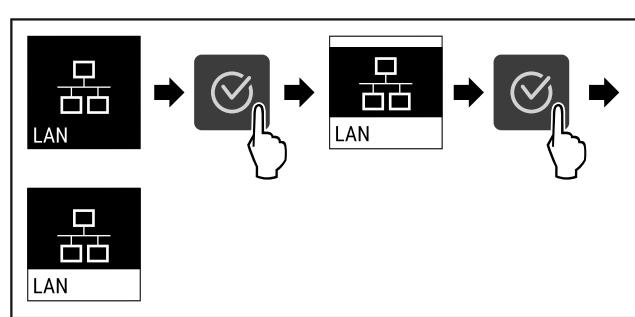

Fig. 92
- Kryeni hapat e veprimit (shihni Fig. 92).